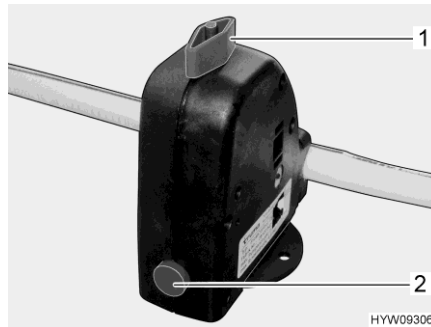

Fig. 126 Valve de sécurité et de vidange (Truma)
- Fermer la valve de sécurité et de vidange (Fig. 126). Tourner pour cela le bouton rotatif (Fig. 126,1) dans le sens transversal par rapport à la valve de sécurité et de vidange et enfoncer le bouton-poussoir (Fig. 126,2).